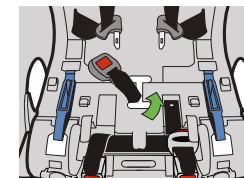

Figure 10
- Faites glisser la ceinture d'un côté de la fente de la sangle d'entrejambe et poussez le bord de la ceinture dans la fente de réglage, tel qu'illustré dans la **Figure 10**.